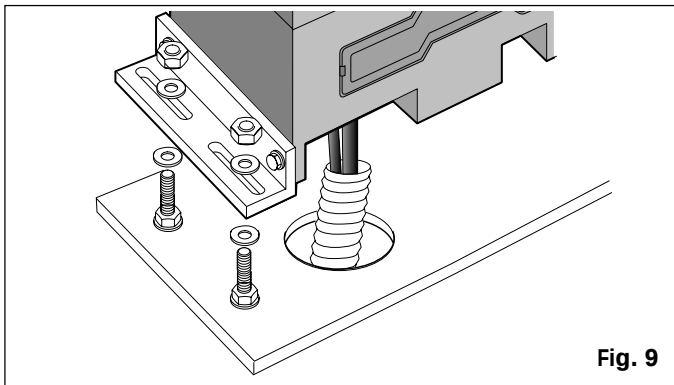
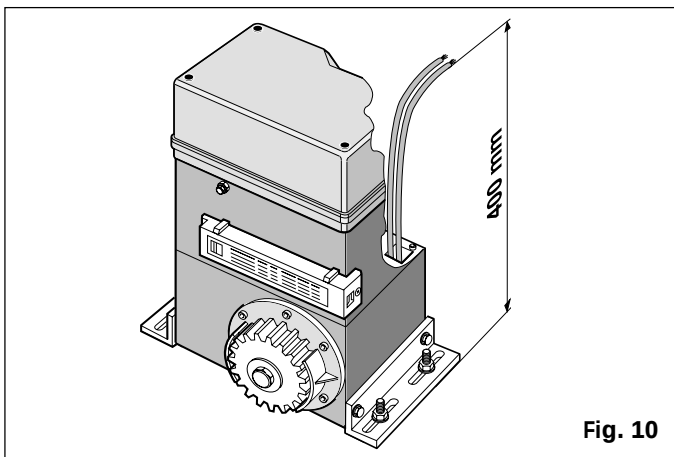

Fig. 9
Fig. 10
- 3) Placer l'opérateur sur la plaque en utilisant les rondelles et les écrous fournis, comme indiqué Fig. 9. Au cours de cette opération, faire passer les câbles à travers le trou ménagé dans le corps de l'opérateur Fig. 10. Pour accéder à la platine électronique de manoeuvre, faire passer les câbles à travers les trous en utilisant les presse-étoupes fournis.